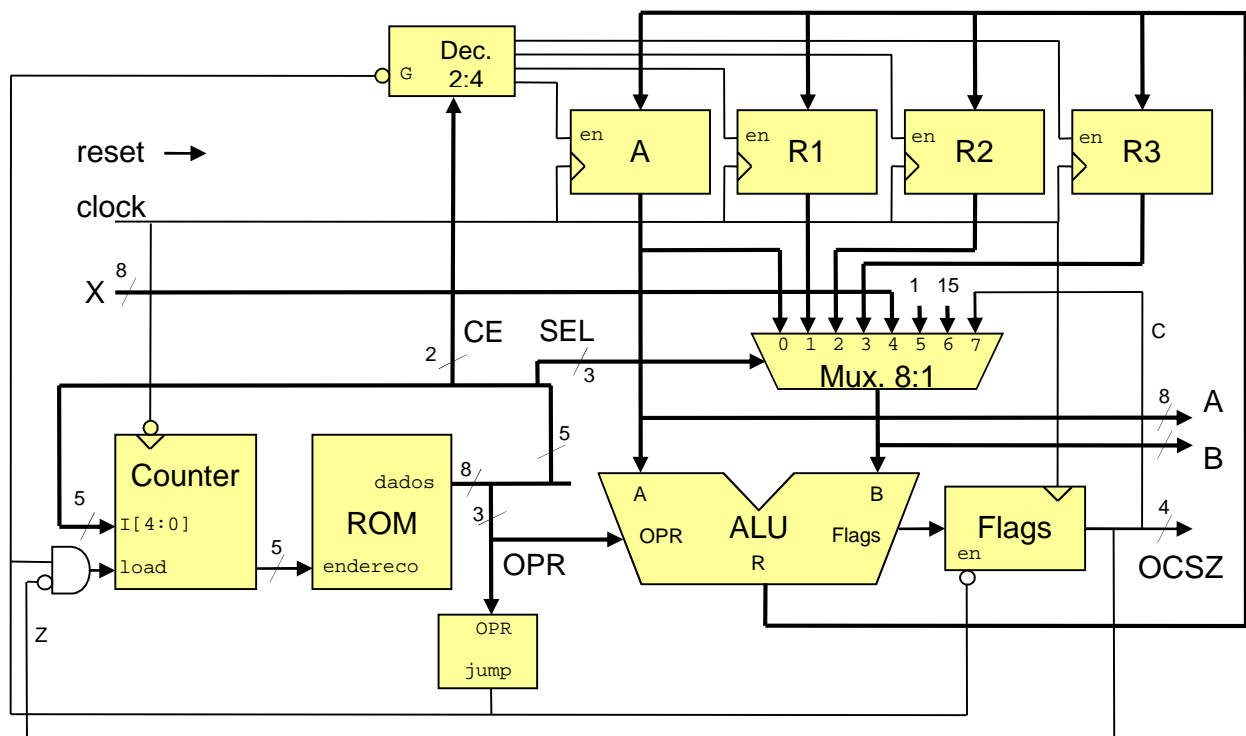

Figura 7 - Circuito para a implementação de um salto condicional (JNZ endereço).
O tipo de salto anterior designa-se por incondicional porque o salto realiza-se sempre. Contudo, pode haver interesse em que um salto só se realize caso uma determinada condição seja verdadeira: por exemplo, uma das *flags* esteja ativa. Neste caso o salto diz-se “condicional”. Por exemplo, para implementar um salto em que a condição seja “*flag* de zero não activa” (`JNZ`, ou *jump if not zero*) basta modificar o sinal que atua o `load` do contador conforme apresentado na figura 7. O salto só é realizado se a instrução corrente é `OPR=101` e a *flag* de zero é nula.
Na aula laboratorial vai implementar e ensaiar o circuito final apresentado na figura 7, devendo para isso abrir o projeto LSDI2015_lab5 e efetuar os passos a seguir indicados.
- Modifique o módulo ROM.v de modo a conter o programa que permite obter um termo de uma progressão aritmética, conforme descrito em **4.b)**. Note que o circuito que está a usar é o da figura 7, pelo que necessitando de executar uma instrução de salto incondicional `JMP` deverá assegurar-se que a flag Z é diferente de zero, nem que para isso tenha de executar uma instrução que não altere nenhum conteúdo importante para o programa mas que origine R diferente de zero (por exemplo, se R3 não estiver a ser usado, pode ser `R3 ← 1`).